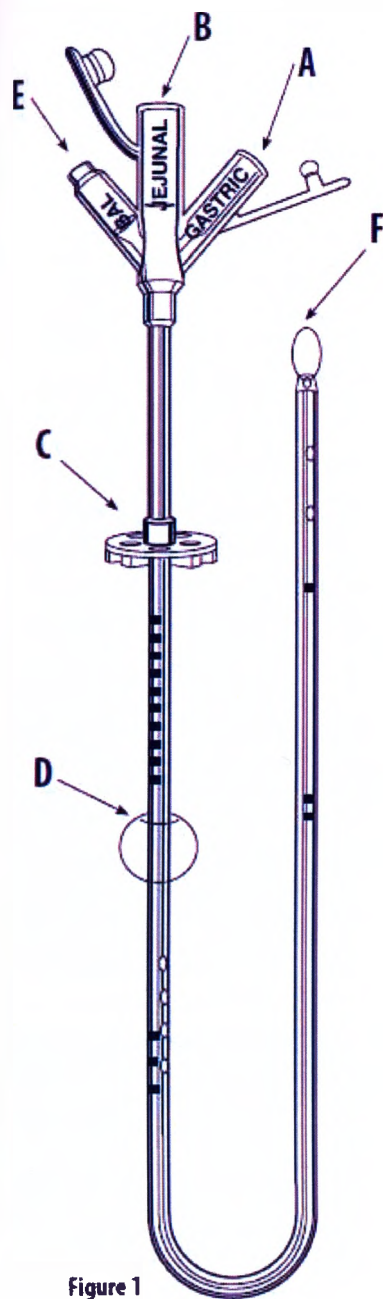

Figure 1
Гастрально-еюнальная питательная трубка MIC* компании HALYARD* (рис. 1) обеспечивает одновременную декомпрессию желудка и откачивание его содержимого, а также энтеральное питание для дистального отдела двенадцатиперстной кишки или проксимального отдела тонкой кишки.
2. С помощью 6-мл шприца Люэра, поставляемого в комплекте, наполните баллон (рис. 1-D) 5 мл стерилизованной или дистиллированной водой через разъем баллона (рис. 1-E).
4. С помощью 6-мл шприца Люэра, прогоните воду через гастральный (рис. 1-A) и еюнальный разъемы (рис. 1-B), чтобы проверить проходимость.
6. Аккуратно передвиньте внешнее фиксирующее кольцо SECUR-LOK* (рис. 1-С) вниз по трубке по направлению к животу до расстояния 2–3 мм над кожей. Не пришивайте кольцо к коже.